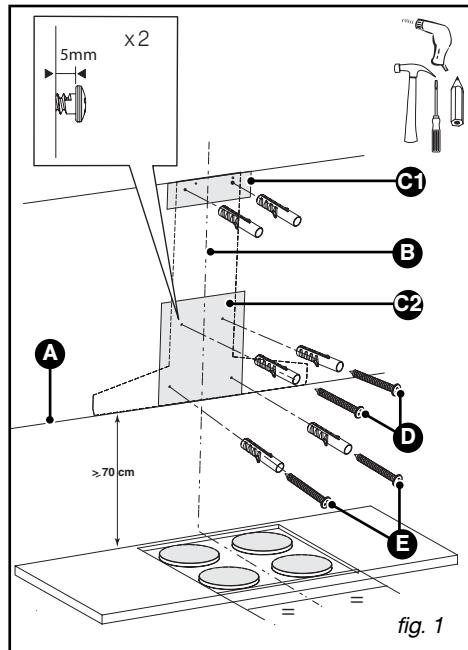

fig. 1
- Tracez un trait horizontal à 70 cm minimum du plan de cuisson (A/fig.1).
- Tracez un trait vertical (B/fig.1) sur le mur, centré par rapport au plan de cuisson et allant du plafond jusqu'en limite du trait horizontal précédent (A).
- Découpez le gabarit de perçage suivant les pointillés indiqués pour obtenir 2 parties,C1 et C2 (fig.1).
- Placez le gabarit C2 (fig. 1) sur le mur en superposant le trait représentant l'axe de la hotte sur le trait vertical B (fig.1) tracé précédemment .
- Placez le gabarit C1 (fig. 1) contre le mur et en butée contre le plafond.
- Vissez les deux vis du haut de la hotte (D/fig.1) en les laissant dépasser de 5 mm.